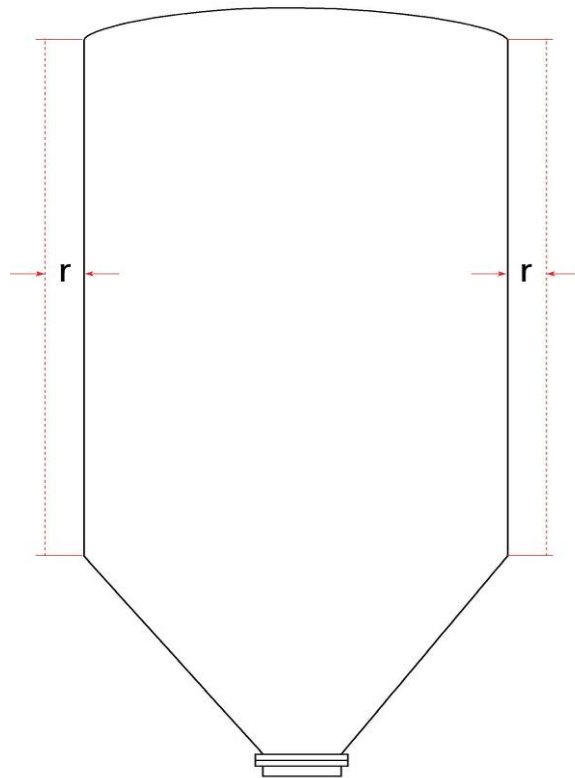

Рисунок 36
- ◎ **Side Margins** — задаётся допуск для центральной части ёмкости, которая может быть цилиндрической или кубической (см. Рисунок 36). Используется для ввода допуска в случаях, когда неизвестна толщина стенок ёмкости, а допуск необходим для возможности обнаружения точек отражения от стенок ёмкости. Любая точка, которая будет находиться в пределах этого допуска, будет считаться точкой на стенке ёмкости на проекции X-Y и, таким образом, не будет исключена из измерений. По умолчанию: 1m (м)